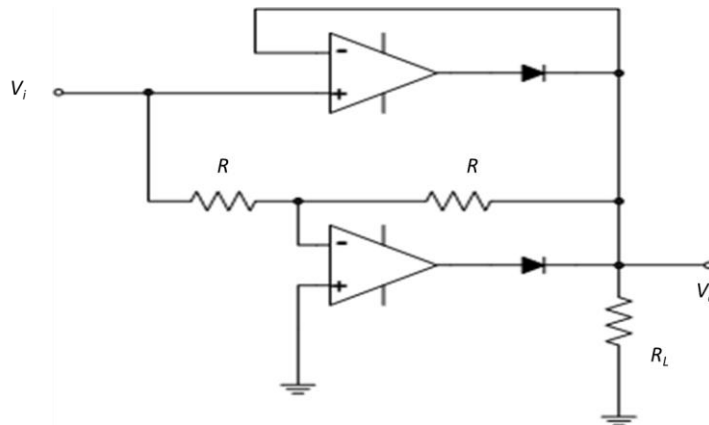

Figura 7
- Esboce o circuito de um PSD baseado no retificador de onda completa da Figura 7 e que também seja capaz de restaurar $e(t)$ (desde que em cascata com um filtro passa-baixas como o do item “c”). Você pode usar amplificadores, comparadores, etc.